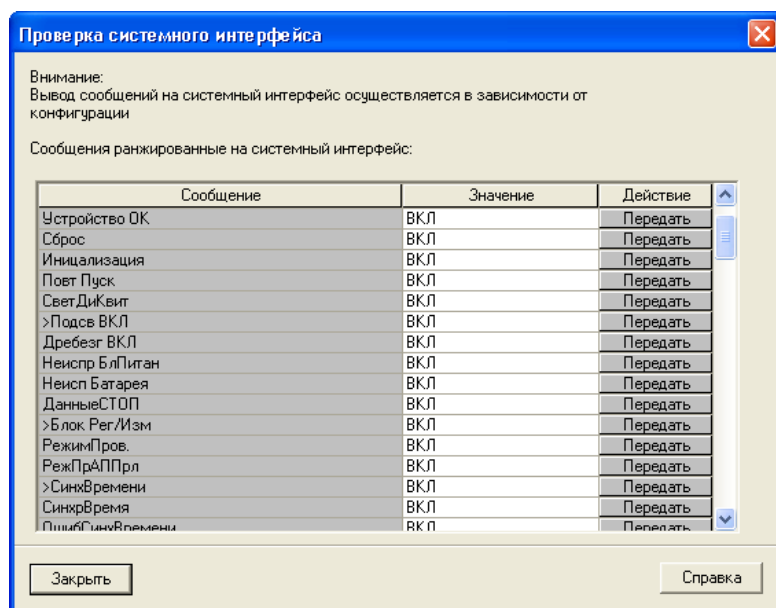

Рисунок 3-21 Проверка системного интерфейса при помощи диалогового окна: создание сообщений - пример
- Дважды щелкните на **Формирование сигналов**, представленные в виде списка. Откроется диалоговое окно **Проверка системного интерфейса** (смотри рисунок 3-21).